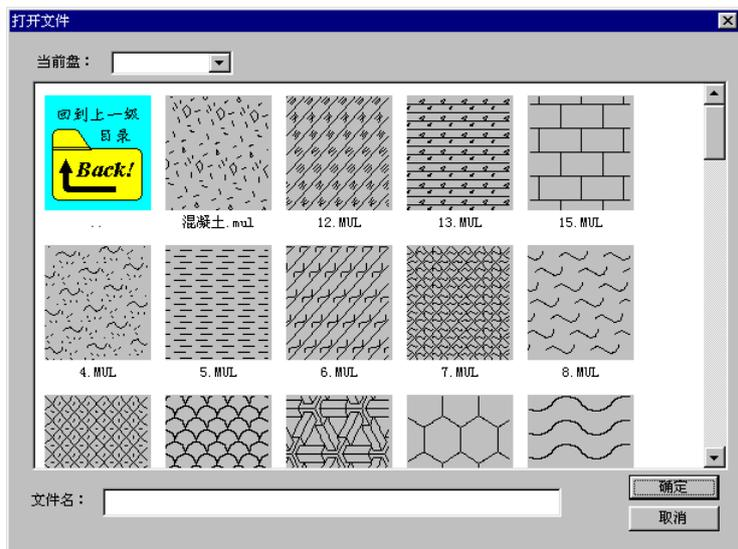

图4.2-3
① 打开图案库。点击  图标，打开如图 4.2-3 所示对话框；
② 选择图案。将光标移至选中的图案上，单击鼠标左键，单击〈确定〉。此时光标变为“”；
③ 预填充。将光标移至填充区域，单击鼠标左键；
④ 调整图案。用【↑】、【↓】、【←】、【→】、、 移动和缩放图案至满意为止；
⑤ 单击鼠标左键确定。